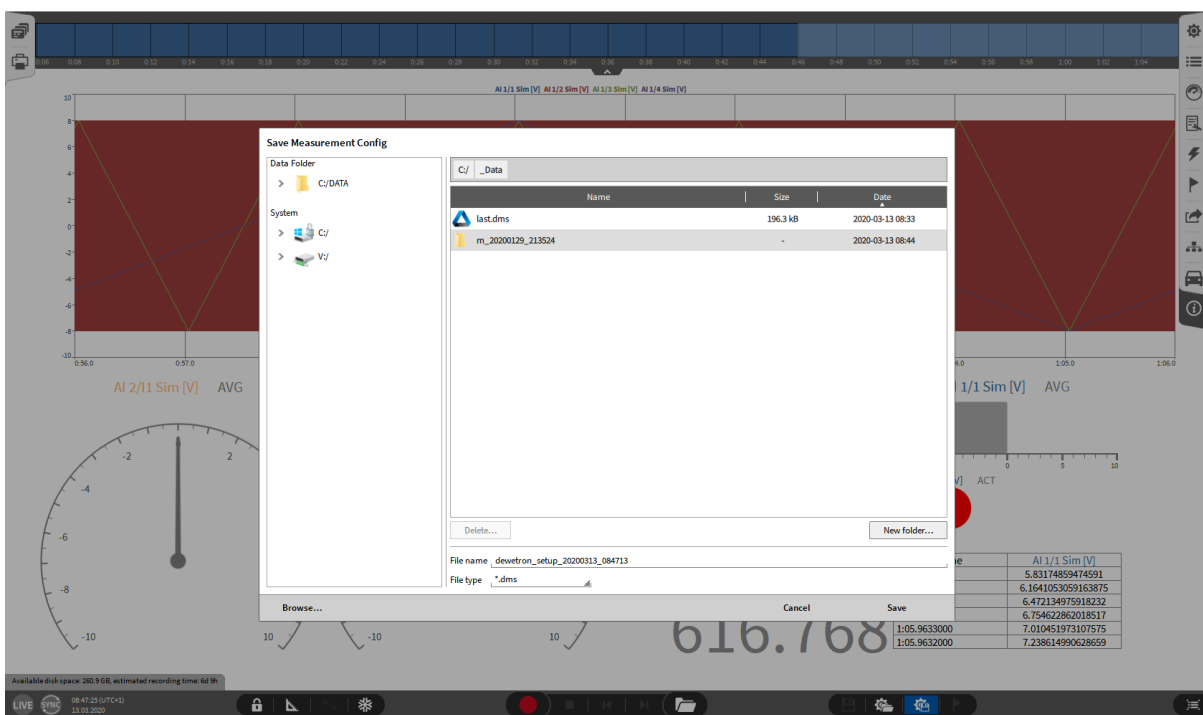

Abb. 3.11: Speichern einer Setup-Datei
1. Tippen oder linksklicken Sie auf den Zahnrad- und Disketten-Button in der Aktionsleiste (siehe Abb. 3.11 oder ⑮ in Abb. 3.5).